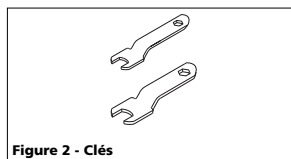

Figure 2 - Clés
2. Bien serrer le mandrin avec les clés (fournies avec quelques modèles) (Voir Figures 2 et 3). Appliquer une clé sur l'écrou du